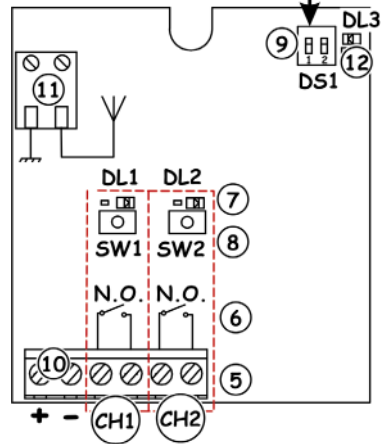

Abb. 1
4. Die Taste auf dem Empfänger (Abb. 1 Bez. ⑥) für den Kanal, der mit der Funksteuerung kombiniert werden soll, 1 Sekunde lang drücken.
5. Die entsprechende LED am Empfänger (Abb. 1 Bez. ⑦) beginnt 5 Sekunden lang langsam zu blinken.
7. Die LED auf der Karte (Abb. 1 Bez. ⑦) leuchtet mit Dauerlicht 1 Sekunde lang auf und erlischt dann als Zeichen für die erfolgte Einspeicherung.